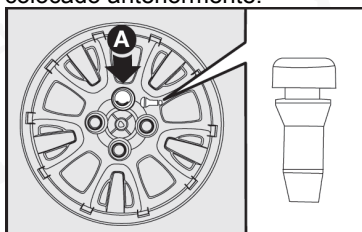

fig. 9
- 8) Coloque a presión el tapón de la rueda en el neumático, haciendo coincidir el símbolo  grabado en el interior del tapón, con la válvula de inflado; de esta forma, el orificio más grande del tapón A-fig. 9 pasará a través del tornillo colocado anteriormente.